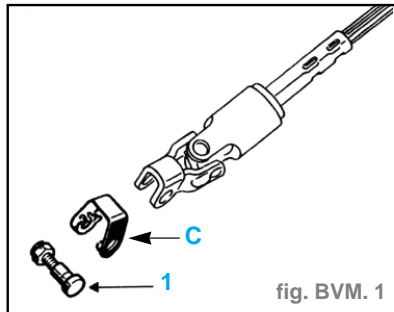

fig. BVM. 1
- l'écrou et le vis à came (**1**) (la retirer à l'aide d'un chasse-goupilles) de la chape de direction après avoir repousser le protecteur. (fig. BVM. 1)